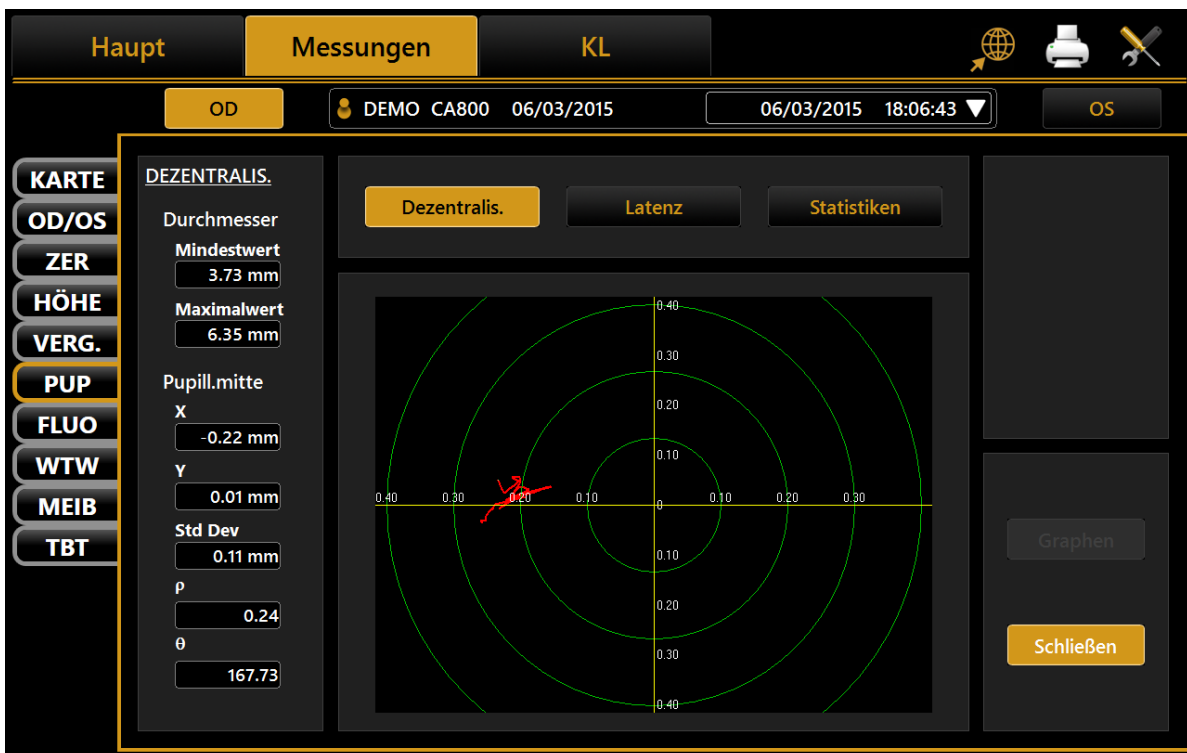

Abb. 49
- **Dezentralisierung** (Abb. 49)